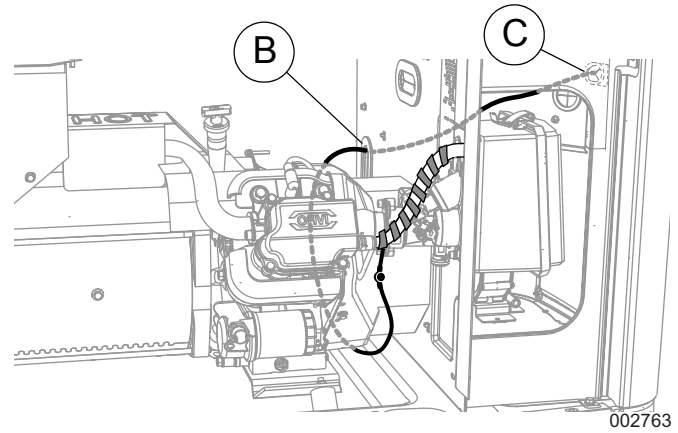

Figure 5. Acheminement des fils au branchement du client (modèles de 9 kW)
3. Voir la Figure 5. Faites passer les fils dans l'œillet de faisceau (B) de la cloison du moteur, puis dans l'œillet du panneau de branchements du client (C). Fixez tous les fils avec des fils d'attache en plastique à au moins 1 cm (0,5 po) des tuyaux de carburant.